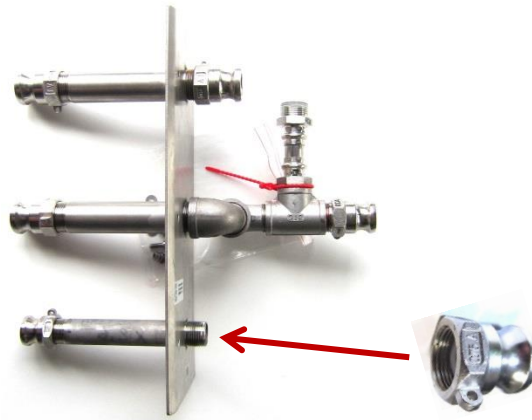

Abb. 6: Anschlussblech Transportvorbereitung
- ◆ Befestigen Sie eine KK-V-Kupplung - G 3/4" IG (Art. Nr. 600166) am Anschlussblech (siehe Abb. 6:)